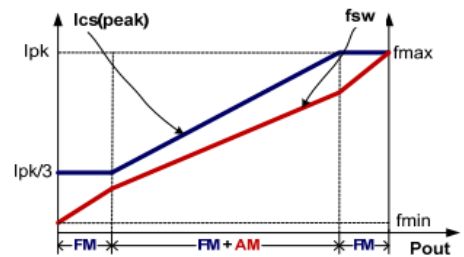

图 4
为了满足平均系统效率和空载功耗的严格要求，SA3546 采用了调频 (FM) 和幅度调制 (AM) 混合，如图 4 所示。在满载的情况下，系统以 FM 模式运行。在正常轻负载条件下，IC 工作在 FM + AM 模式，以实现出色的调节和高效率。当系统接近零负载时，IC 再次进入 FM 模式工作，以降低待机功耗。这样，空载损耗会小于 70mW。